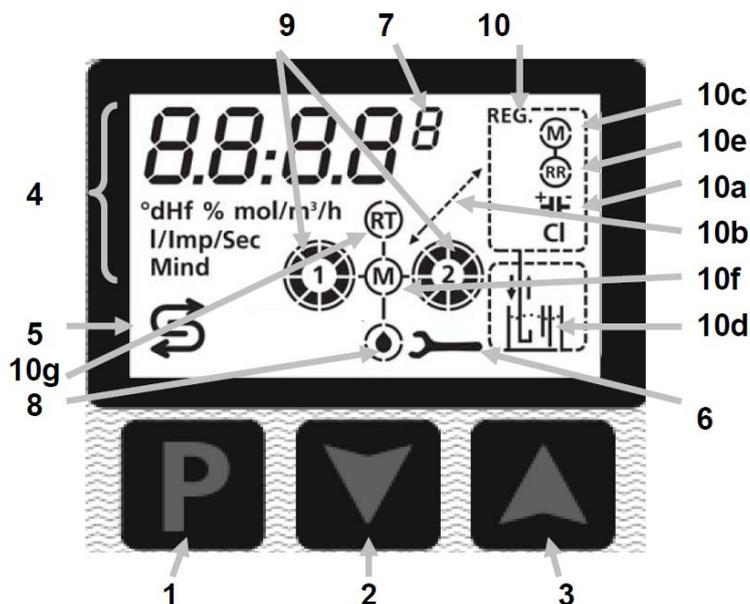

Fig. F-2: Centralina di comando, comandi e display
**Nota:** Durante il corretto funzionamento dell'impianto sul display sono rappresentate le informazioni più importanti. Nella fig. F-2 è raffigurata la rappresentazione massima del display.